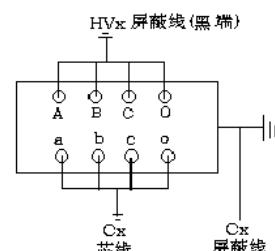

图12 变压器接法
(1) 一次绕组对二次绕组 (中性点均未接地)
A. 接线见图 12